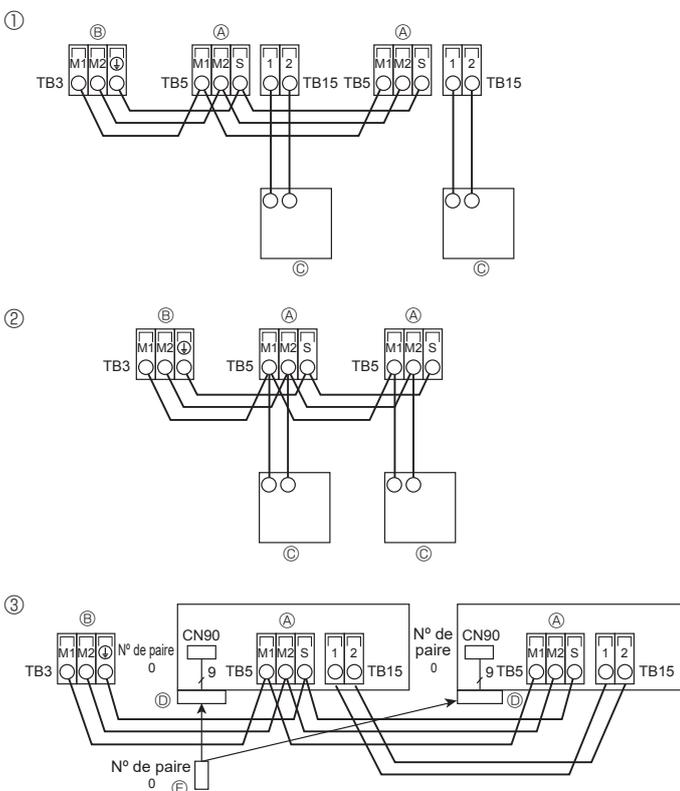

Fig. 6-3
6.4. Raccordement des câbles de la commande à distance et des câbles de transmission intérieurs et extérieurs (Fig. 6-3)
- ① Commande à distance MA
- ② Commande à distance M-NET